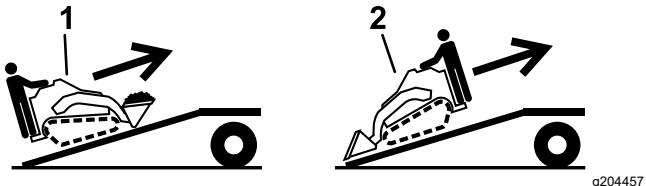

Figura 28
5. Caricate la macchina sul rimorchio con l'estremità più pesante sulla rampa, trasportando i carichi verso il basso (Figura 28).